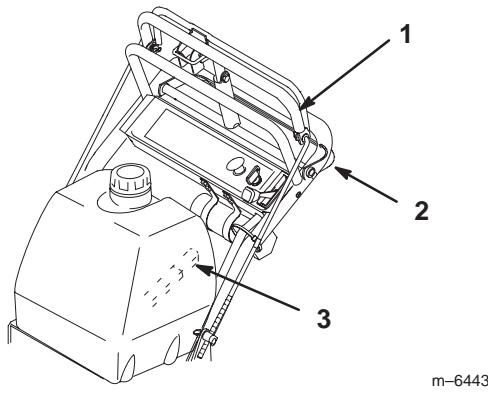

Figure 17
- Pour vous déplacer en marche avant, sélectionnez un rapport en marche avant (Fig. 17).
- Appuyez lentement sur la barre de commande supérieure pour avancer (Fig. 17).
Pour vous déplacer en ligne droite, appliquez une pression égale aux deux extrémités de la barre de commande supérieure (Fig. 17).
Pour tourner, relâchez la pression sur le côté de la barre de commande supérieure dans la direction que vous voulez prendre (Fig. 17)
- Rapprochez lentement la barre de commande inférieure du guidon pour vous déplacer en marche arrière (Fig. 17).
- Engagez la barre de commande inférieure et soulevez le guidon simultanément pour monter sur la bordure (Figures 17 et 18).
4. Engagez la barre de commande inférieure et soulevez le guidon simultanément (Fig. 17 et 18).